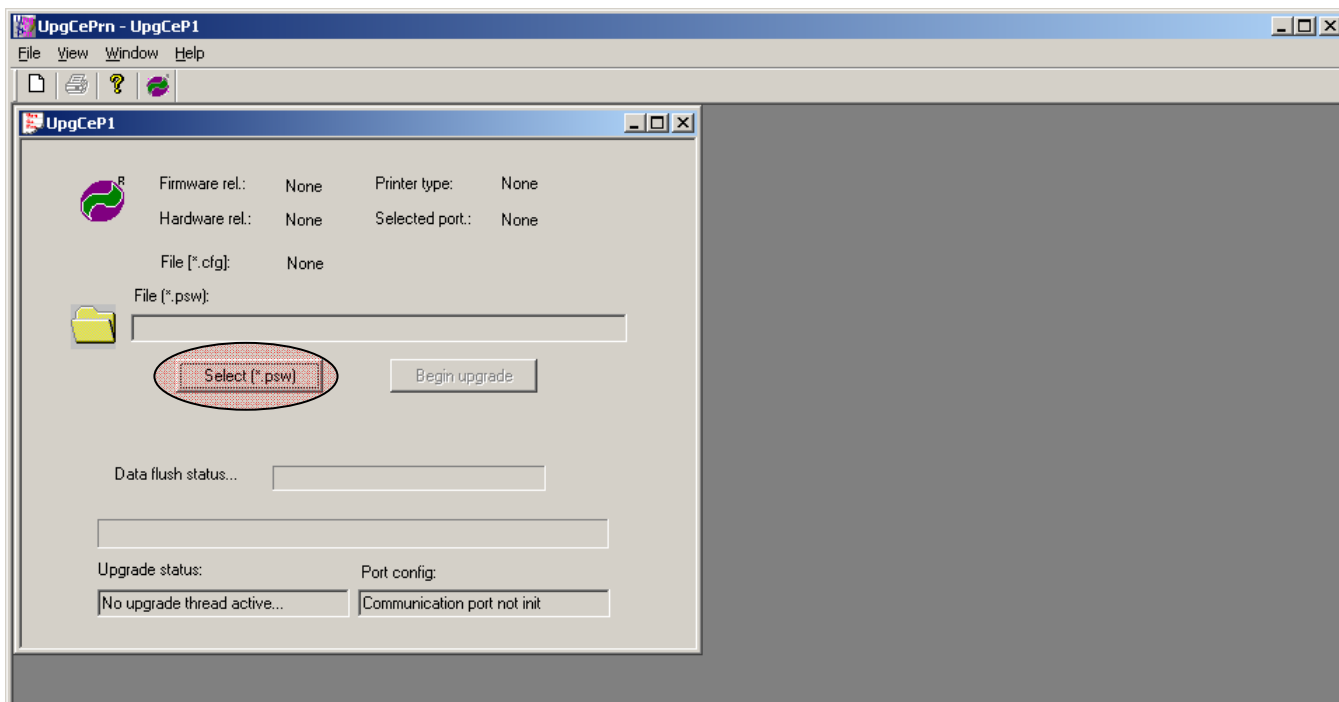

Рисунок 4 – Окно утилиты «UpgCePrn».
- 2.7. В отобразившемся окне программы нажмите на кнопку «Select (\*.psw)» (см. рис. 4).